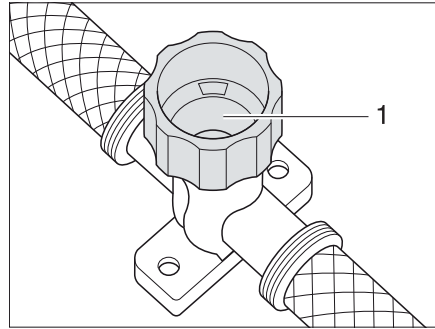

Fig. 131 Robinet de vidange pour Therme
- Fermer le robinet de vidange. Tourner pour cela le capuchon (Fig. 131,1) dans le sens des aiguilles d'une montre.
- Ouvrir le robinet de vidange du Therme. Tourner pour cela le capuchon (Fig. 131,1) dans le sens inverse des aiguilles d'une montre.